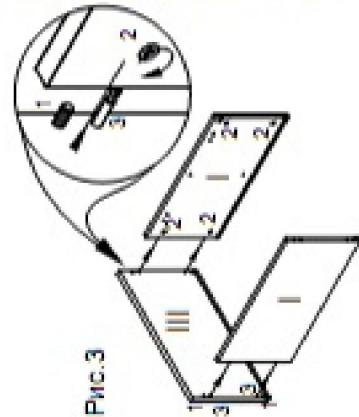

Рис.3
Каркас стеллажа рекомендуется собирать как показано рис.3.
К торцам боковин (1) присоединить полку верхнюю (III). Зависимо от положения полки верхнюю (III), затянуть стяжки-эксцентрики (2) (см. рис.3).